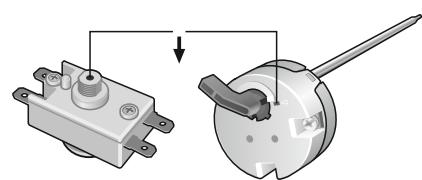

Рис. 3/ Fig. 3/ Рис. 3/ 3 сyp./ Joonis 3/ Att. 3/ Pieš. 3
Регулировка осуществляется с помощью ручки терморегулятора (10), расположенной на защитной крышке водонагревателя. Термостат также содержит термовыключатель - устройство защиты ЭВН от перегрева, которое отключает ТЭН от сети при превышении температуры воды свыше +93°C ($\pm 5^\circ\text{C}$). В процессе эксплуатации корпус ЭВН может нагреваться. Срабатывание термозащиты водонагревателя не является его неисправностью. Возврат водонагревателя в рабочее состояние осуществляется нажатием на шток термовыключателя, расположенного под защитной крышкой ЭВН (Рис. 3).